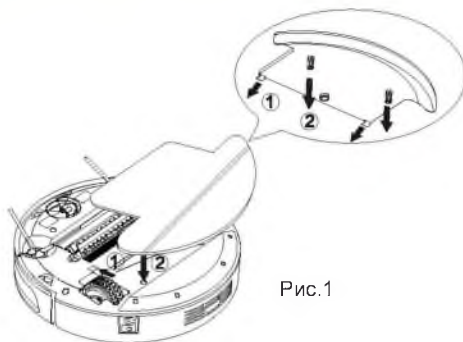

Рис.1
2. Як показано на Рис.1, встановіть кріплення з серветкою на пристрій, вирівнявши його за отворами.